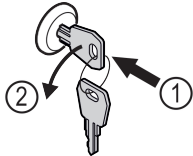

Fig. 123
- ▶ Trykk inn nøkkelen. Fig. 123 (1)
- ▶ Vri nøkkelen 90° mot klokka. Fig. 123 (2)